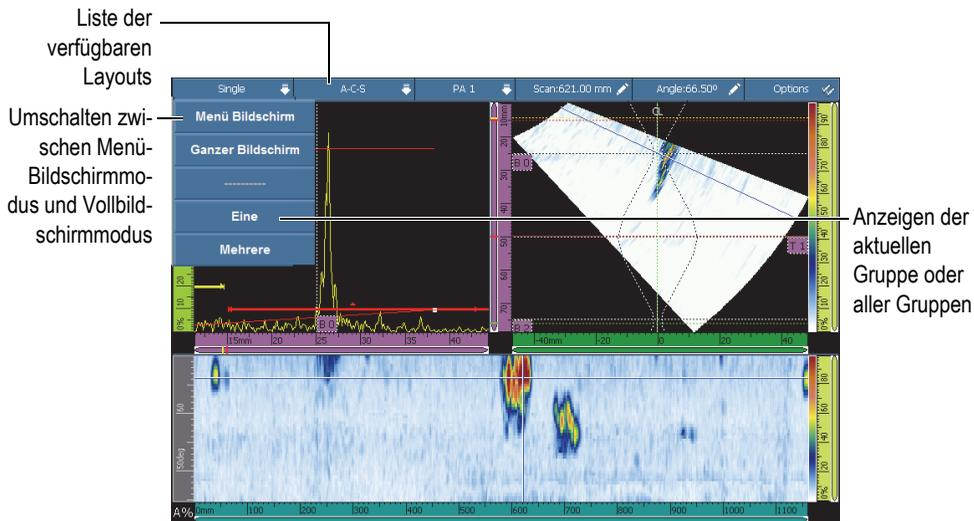

Abbildung 2-2 Kurzwahlfunktion der Titelleiste
Mit den Kurzwahlfunktionen (siehe Abbildung 2-2 auf Seite 50) der Titelleiste wird:
1. Tippen Sie oben links auf den Modus-Bereich in der Titelleiste (siehe Abbildung 2-2 auf Seite 50).
1. Tippen Sie auf den Gruppen-Bereich in der Titelleiste (siehe Abbildung 2-2 auf Seite 50).
1. Tippen Sie auf den **Scan**-Bereich in der Titelleiste (siehe Abbildung 2-2 auf Seite 50).
1. Tippen Sie auf den **Index**-Bereich in der Titelleiste (siehe Abbildung 2-2 auf Seite 50).
1. Tippen Sie auf den Winkel/VSA-Bereich in der Titelleiste (siehe Abbildung 2-2 auf Seite 50).
1. Tippen Sie auf den **Optionen**-Bereich in der Titelleiste (siehe Abbildung 2-2 auf Seite 50).